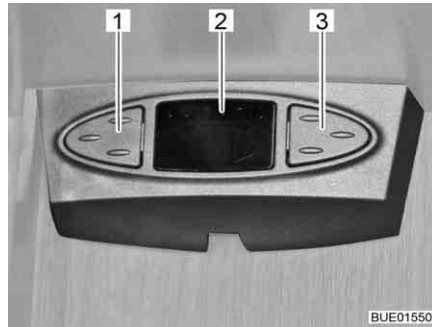

Bild 35 Sat-Maus
**Sat-Maus** Je nach Modell ist die Satellitenanlage mit einer Sat-Maus ausgestattet. Die Anzeige (Bild 35,2) der Sat-Maus zeigt den eingestellten Kanal an. Mit den beiden Tasten können die Grundfunktionen der Satellitenanlage bedient werden (Senderwechsel, Ein-/Ausschalten).
- Vorherigen Sender aus der Senderliste wählen: Linke Taste (Bild 35,1) drücken.
- Nächsten Sender aus der Senderliste wählen: Rechte Taste (Bild 35,3) drücken.
- Zwischen Radio und TV umschalten: Tasten (Bild 35,1 und Bild 35,3) gleichzeitig kurz drücken.
- Receiver ein-/ausschalten: Tasten (Bild 35,1 und Bild 35,3) gleichzeitig drücken und gedrückt halten.